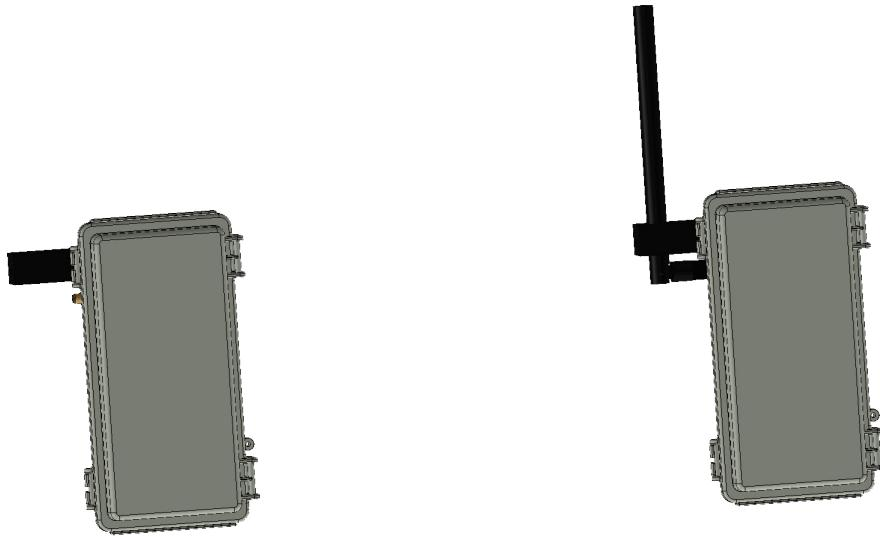

图17: 放置天线
- Munters 的单向天线的波束角为 21°。当使用其他单向天线时，请参见制造商波束宽度说明(图 17).